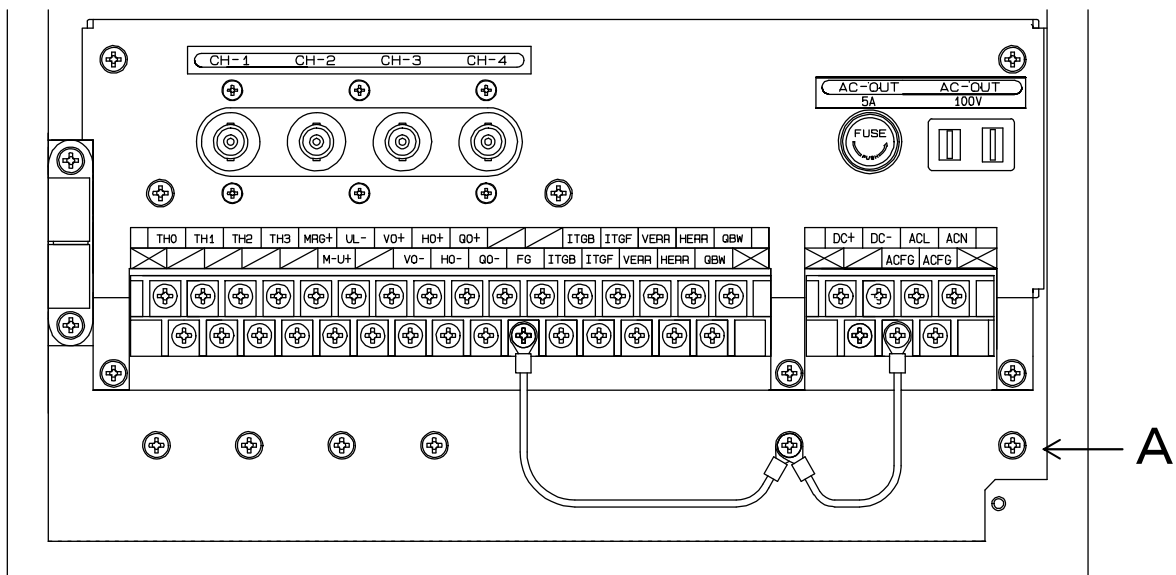

図5-1 本体外部接続用端子付近(電源仕様:AC100Vの場合)
- 2) 本体と外部機器の配線は図5-1、2及び表5-1を参照して行ってください。